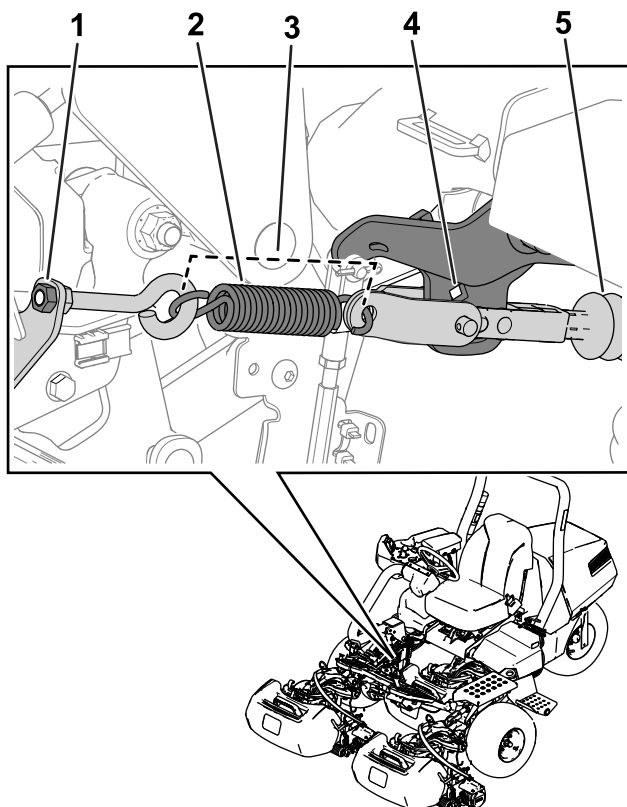

**Figura 23**
1. Utilize o pino do cilindro e os contrapinos removidos anteriormente para prender o atuador do travão à placa de montagem inferior (Figura 23).